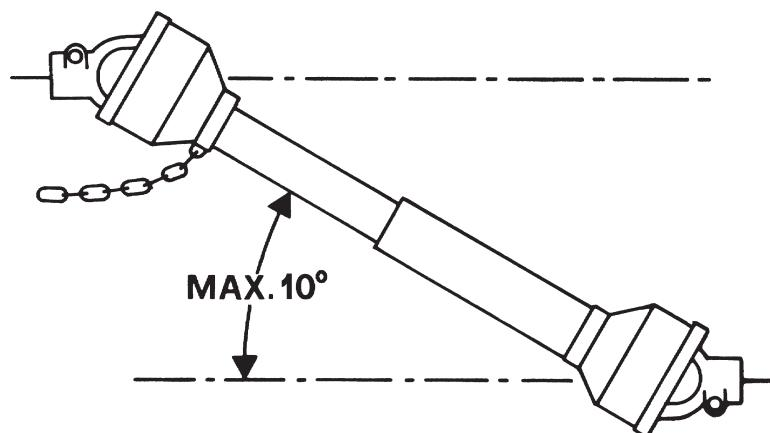

Fig. 4
- 40)** Disinserire, sempre, la presa di forza quando l'albero cardanico fa un angolo troppo aperto (mai oltre i 10 gradi - Fig. 4) e quando non viene usata.
- 40)** Always disengage the pto when the cardan shaft is set at an excessively open angle (never beyond 10 degrees - Fig. 4) and when it is not in use.
- 40)** Die Zapfwelle immer ausschalten, wenn die Gelenkwellen einen zu großen Winkel einnimmt (nie über 10 Grad - Abb. 4) und wenn sie nicht gebraucht wird.
- 40)** Débrayez toujours la prise de force quand l'angle de l'arbre à cardans est trop ouvert (jamais plus de 10 degrés Fig. 4) et lorsque vous ne devez pas l'utiliser.
- 40)** Desactivar, siempre, la toma de fuerza cuando el árbol cardánico hace un ángulo demasiado abierto (nunca superar los 10 grados - Fig. 4) y cuando no la usamos.